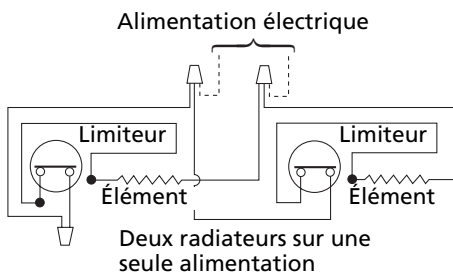

Figure 12 – Raccord de câblage de deux radiateurs
6. Câbler les radiateurs comme il est illustré dans le schéma de câblage de la Figure 12.